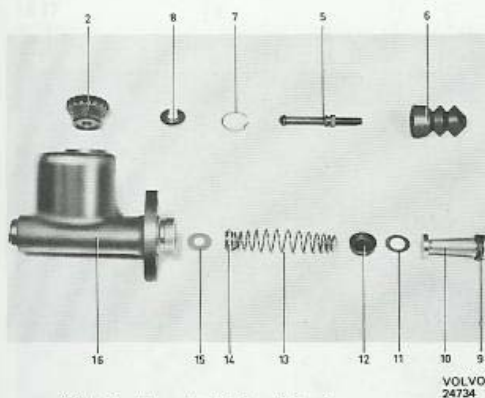

Bild 48. Huvudcylinder, 1-krets
2. Kräng tillbaka gummikåpan (6) och demontera låsring (7), bricka (8) och tryckstång (5). Skaka ur samtliga detaljer från cylindern, se bild 48.
1. Montera brickan (15 bild 48) i botten på cylindern.
2. Placera packningen (12) på fjäderns styrning. Doppa packningen i bromsvätska och montera den tillsammans med fjäder och ventil. Lägg i brickan (11) i cylindern.